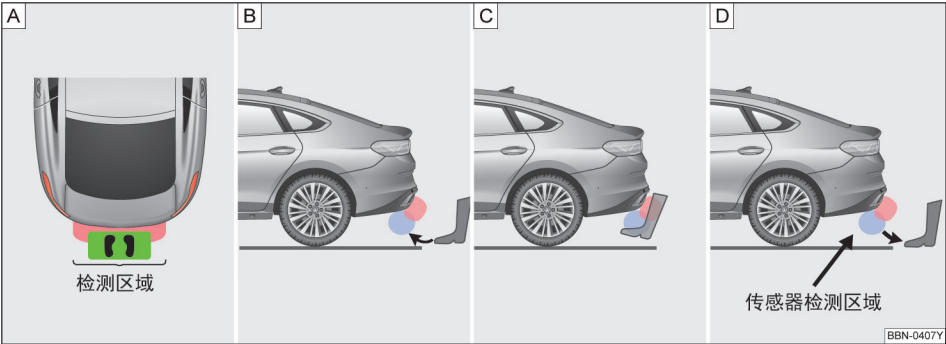

图 61 详细的脚踢步骤
- 1、站到后保险杠前中间位置的有效识别区域内→图 61 [A]
- 2、控制小腿快速踢向行李厢盖→图 61 [B]
- 3、小腿紧紧靠近后保处停止，并且不能触碰到后保→图 61 [C]
- 4、小腿停止后立即收回，并回到踢出位置→图 61 [D]